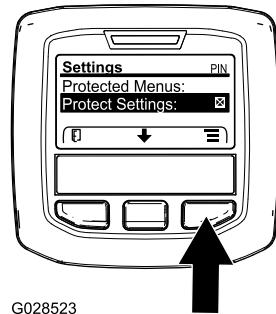

Figura 14
1. Dal MENU PRINCIPALE, premete il pulsante centrale per scorrere fino al MENU IMPOSTAZIONI, poi premete il pulsante destro (Figura 14).